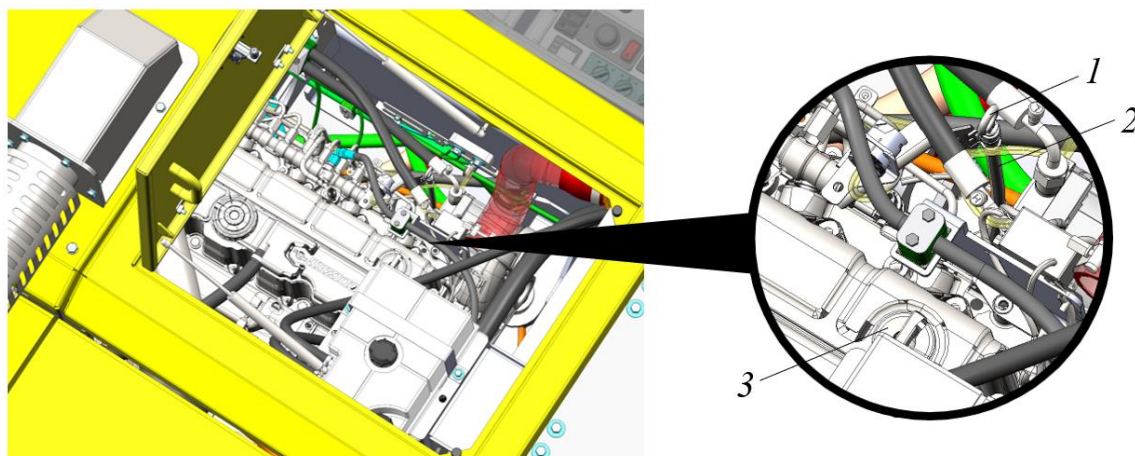

Рисунок 5.4. Место расположения щупа и маслоналивной горловины
- Извлечь из держателя масляного щупа 2 масляный щуп 1 рис. 5.4.
- ▶ Открыть крышку маслоналивной горловины поз 3. (рис. 5.4), повернув ее против часовой стрелки (в положение открыто).
- ▶ Залить свежее моторное масло в двигатель через маслоналивную горловину 3 (рис. 5.4). Уровень заливаемого масла контролировать по меткам на масляном щупе рис. 5.5.